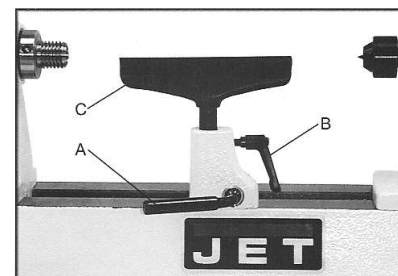

Fig 7
Positionner le support (C, Fig 7) aussi près que possible de la pièce et fixer avec la poignée (A).
Ajuster la hauteur env. 3mm au-dessus de la hauteur des pointes et fixer avec le levier de serrage (B, Fig 7).